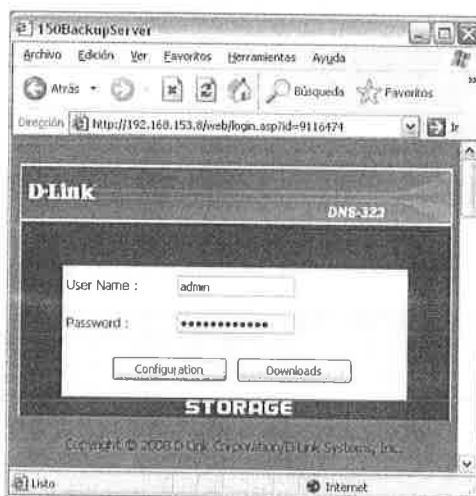

Figura 31: pantalla para hacer login.
- Figura 31: Introducir el usuario y contraseña (admin / landeraccess) y seleccionar “Configuration”.